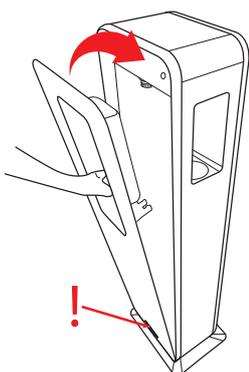
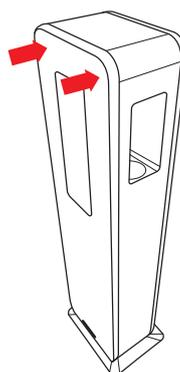

Fig. 1-20
Fig. 1-21
18.5 – Riposizionare il vetro frontale, **inserendolo prima nella staffa portavetro in acciaio, posizionata nella parte inferiore del telaio**, vedi Fig. 1-20, premendo il vetro contro l'unità nella parte superiore, affinché il vetro si blocchi in posizione, vedi Fig. 1-21.